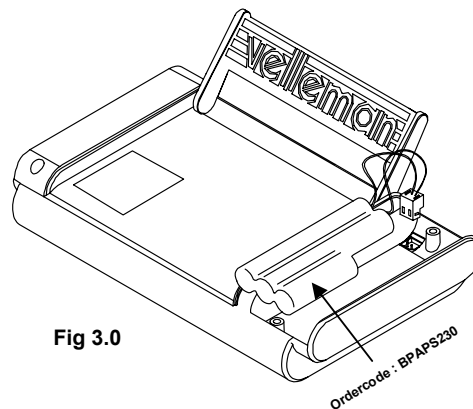

Fig 3.0
- ✓ The unit must be used with the rechargeable battery that is mounted in the battery compartment in advance (Fig. 3.0).
- ✓ Gebruik het toestel met de oplaadbare batterij die op voorhand in het batterijvak is ingebracht (**Fig. 3.0**).
- ✓ Utilisez l'appareil avec l'accu introduit d'avance dans le porte-piles (**Fig. 3.0**).
- ✓ Das Gerät darf nur mit der vormontierten wiederaufladbaren Batterie benutzt werden. (**Siehe Abb. 3.0**)